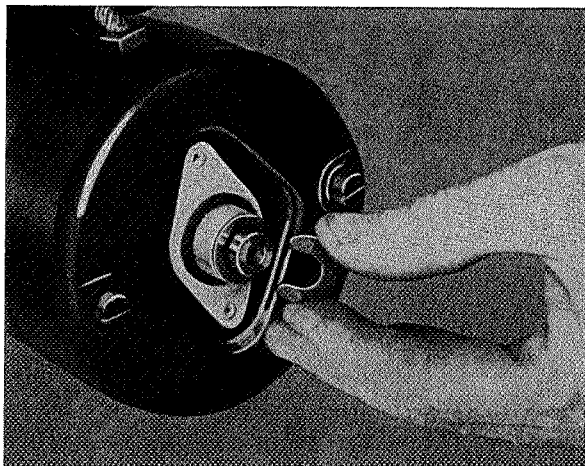

Fig. 3-34. Het verwijderen van de borg
2. Haal de borg en de afstelring weg, zoals Fig. 3-34 en 3-35 laten zien.